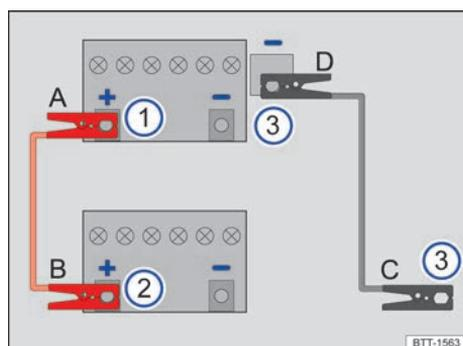

Fig. 208 Esquema para la conexión de los cables de arranque.
Leyenda de la **fig. 208**:
Los cables de arranque solo se deberán conectar siguiendo el orden **A - B - C - D** → **fig. 208**.
- Conecte un extremo del cable de arranque *rojo* al polo positivo (+) de la batería de 12 voltios del vehículo que la tiene descargada → **fig. 208** ① → ▲.
- Conecte el otro extremo del cable de arranque *rojo* al polo positivo (+) del vehículo que suministra la corriente → **fig. 208** ②.
- Conecte un extremo del cable de arranque *negro* → **fig. 208** ③ preferentemente a una toma para la ayuda de arranque (terminal de masa) del vehículo que suministra la corriente; de lo contrario, al bloque motor o a una pieza maciza de metal atornillada fijamente al bloque motor de este vehículo.
- Conecte el otro extremo del cable de arranque *negro* → **fig. 208** ③ preferentemente a la toma para la ayuda de arranque (terminal de masa) del vehículo con la batería de 12 voltios descargada; de lo contrario, al bloque motor o a una pieza maciza de metal atornillada fijamente al bloque motor de este vehículo → ▲.
- Desconecte los cables de arranque únicamente en el orden **D - C - B - A** → **fig. 208** con los motores en marcha.